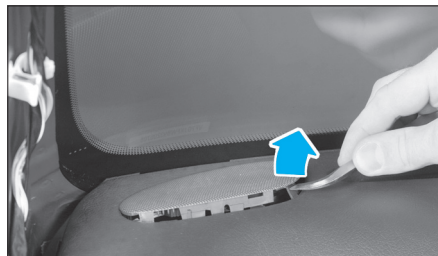

FIG. 26
- De chaque côté, à l'aide d'un petit tournevis, dégrafer le haut-parleur, le débrancher et le déposer (Fig.26).